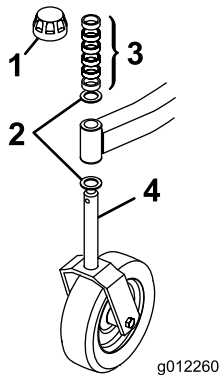
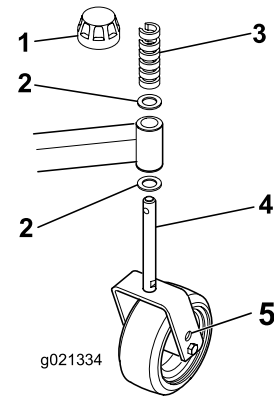

Bild 2
Bild 3
- Nehmen Sie die Spannkappen von den Spindelwellen ab, und schieben Sie die Distanzstücke und Druckscheiben von der Wellen (Bild 2 & Bild 3).
- Schieben Sie die Distanzstücke auf die Laufradspindel, um die gewünschte Schnitthöhe zu erhalten; weitere Informationen finden Sie in der Schnitthöhentabelle im Abschnitt „Einstellen der Schnitthöhe“ in dieser Anleitung. Schieben Sie eine Druckscheibe auf die Spindel. Drücken Sie die große Laufradspindel durch den vorderen Laufradarm und die kleine Laufradspindel durch den hinteren Laufradarm. Setzen Sie eine weitere Druckscheibe und die restlichen Distanzstücke auf die Spindel auf, und bringen Sie die Spannkappe an, um die Teile zu befestigen (Bild 2 & Bild 3).